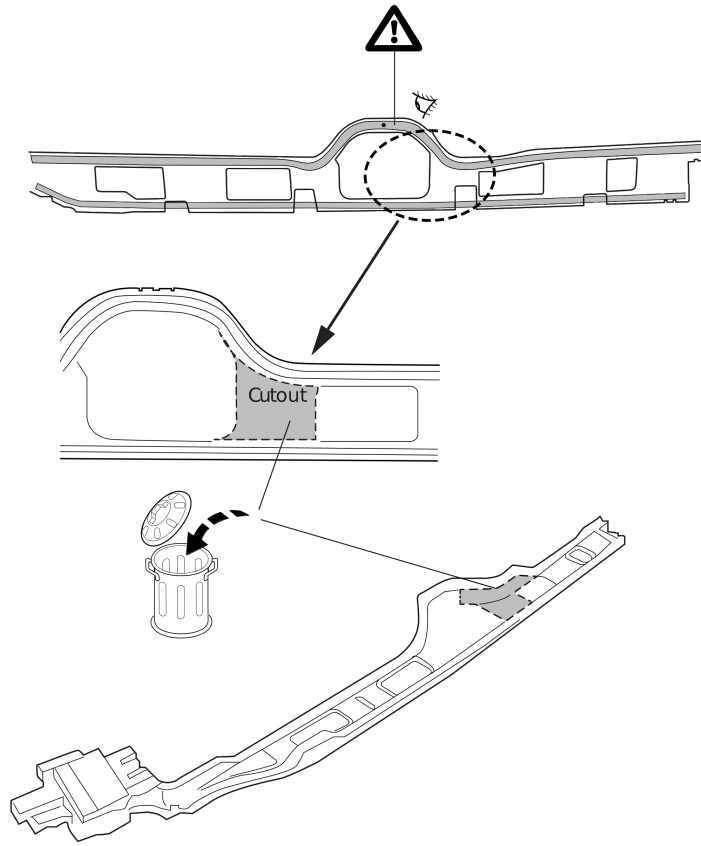

Fig. 3
9. Выпилить обозначенные части, как указано на рис. 3. Осторожно! При пилении позаботьтесь о том, чтобы не касаться датчика удара.